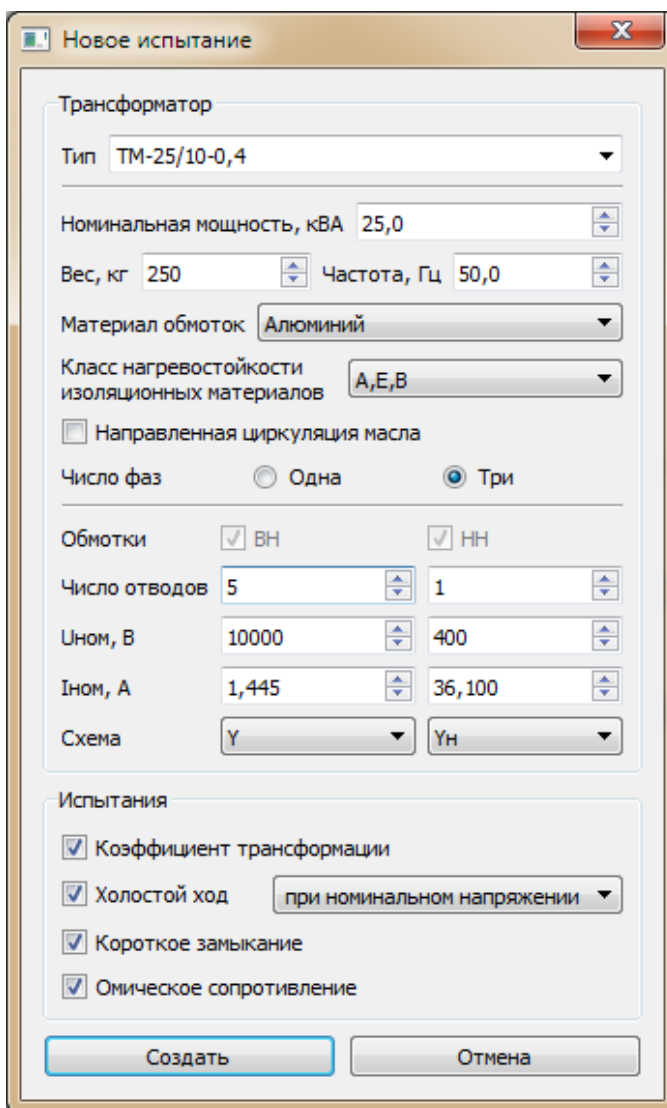

Рис. 5. Диалоговое окно «Новое испытание»
2) Нажимаем поле «Новое испытание», либо выбираем пункт меню «Испытание -> Новое испытание...». В открывшемся диалоговом окне «Новое испытание» (рис. 5) задаем параметры тестируемого трансформатора, либо в выпадающем списке «Тип» выбираем из библиотеки ранее описанный тип трансформатора.